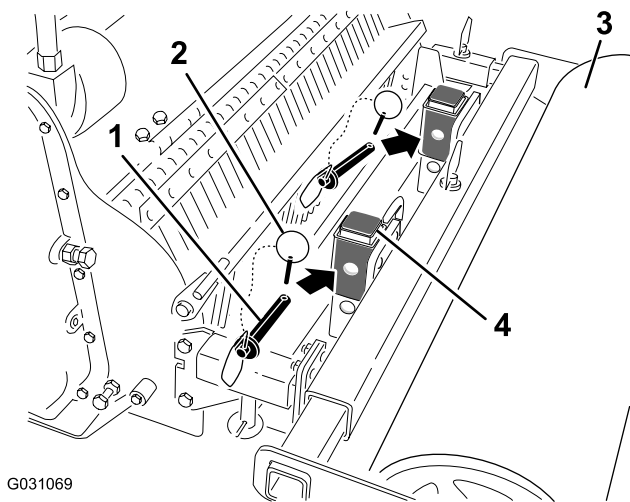

Bild 7
2. Entfernen Sie die Dorne von den Befestigungsstellen des Planierschilds (Bild 7).